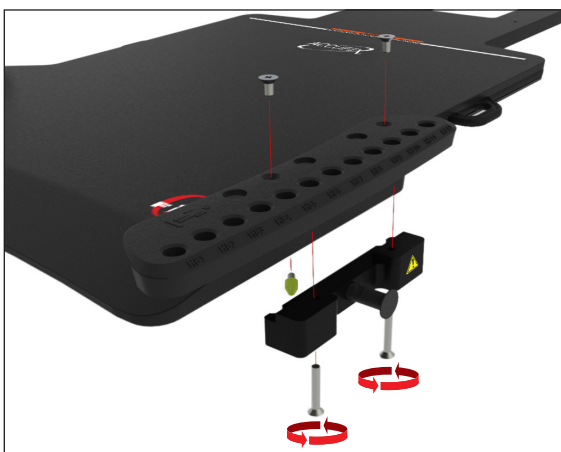

Fig. 1
1. Installer adaptorene på hver håndgrepmatrise ved hjelp av 2 (hver) ¼-20 x 1 ½" skruer (fig. 1).